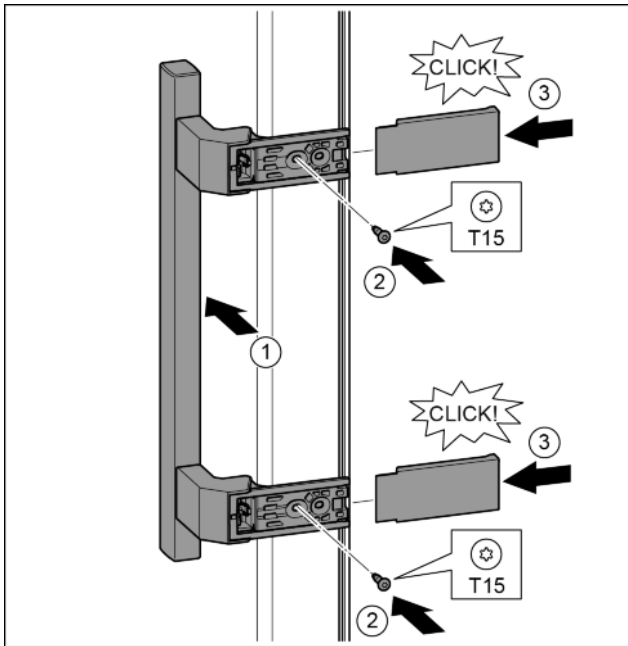

Fig. 37
- ▶ Nasadte madlo na protilehlé straně. Fig. 37 (1)
- ▶ Šroubovákem T15 pevně utáhněte šrouby. Fig. 37 (2)
- ▶ Kryty bočně nasadte a nasuňte. Fig. 37 (3)